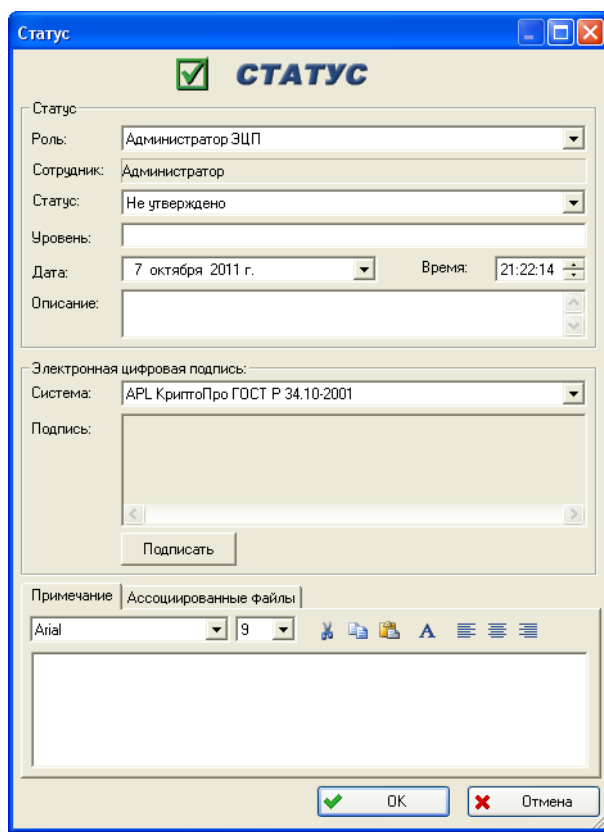

Рис. 2-105
3. В появившемся окне **Статус** (рис. 2-105):